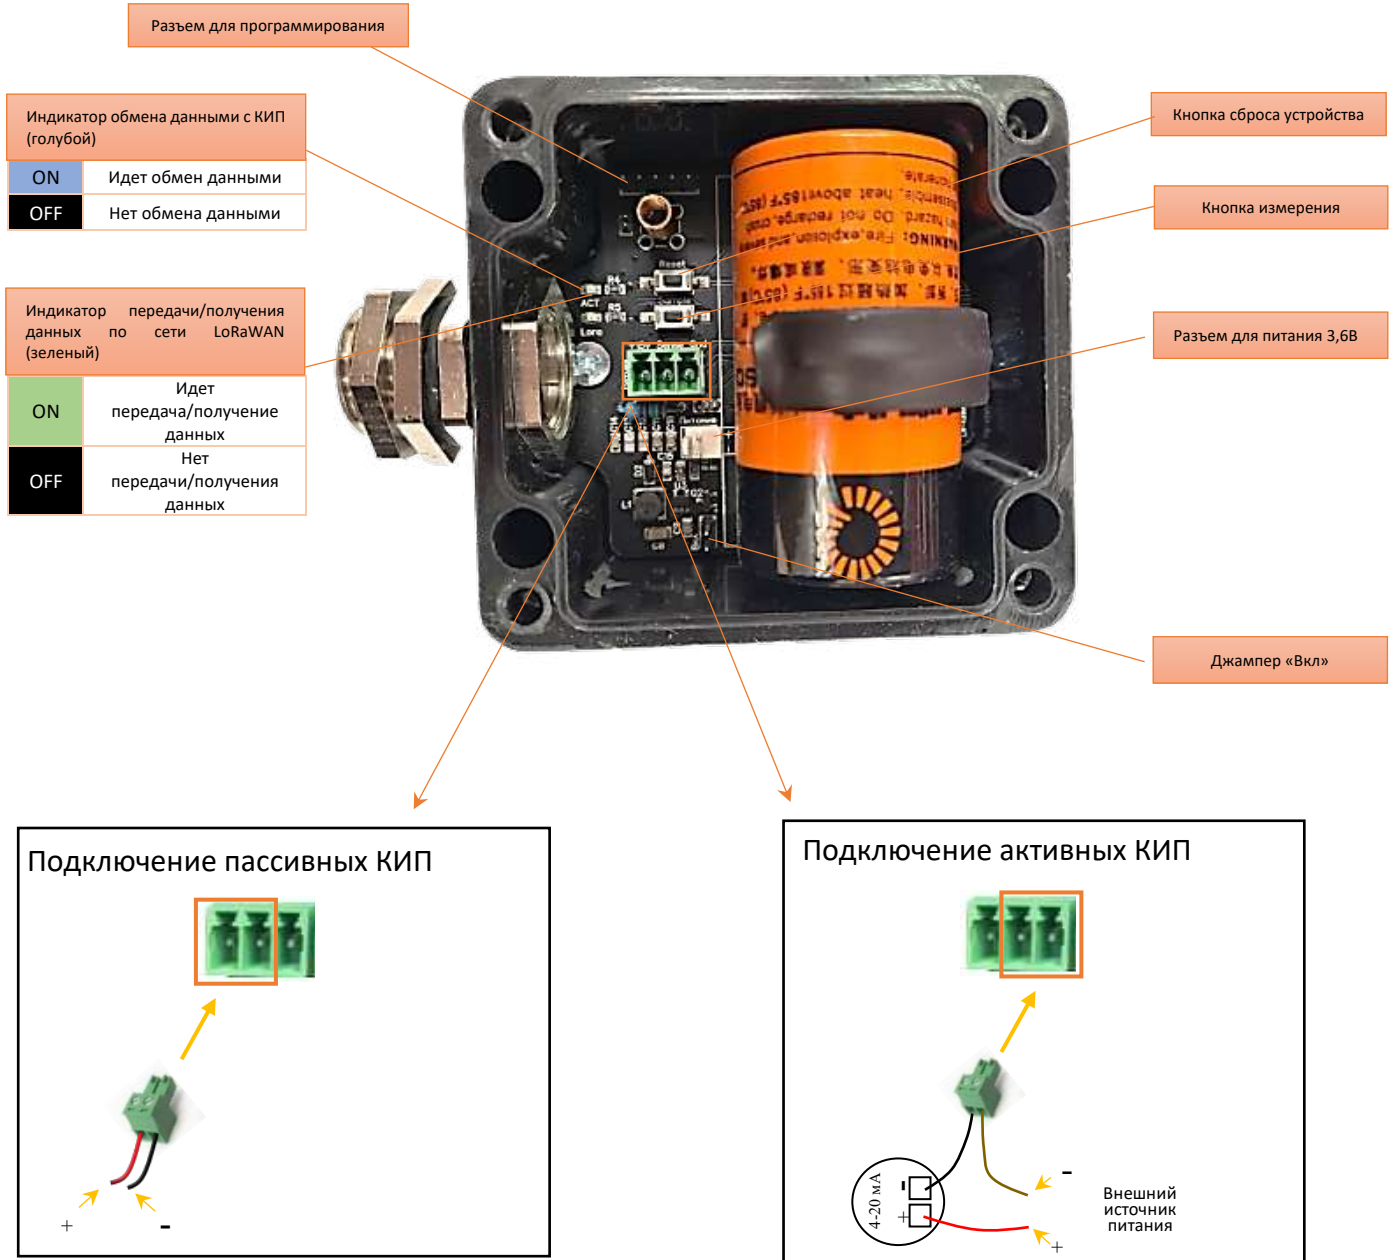
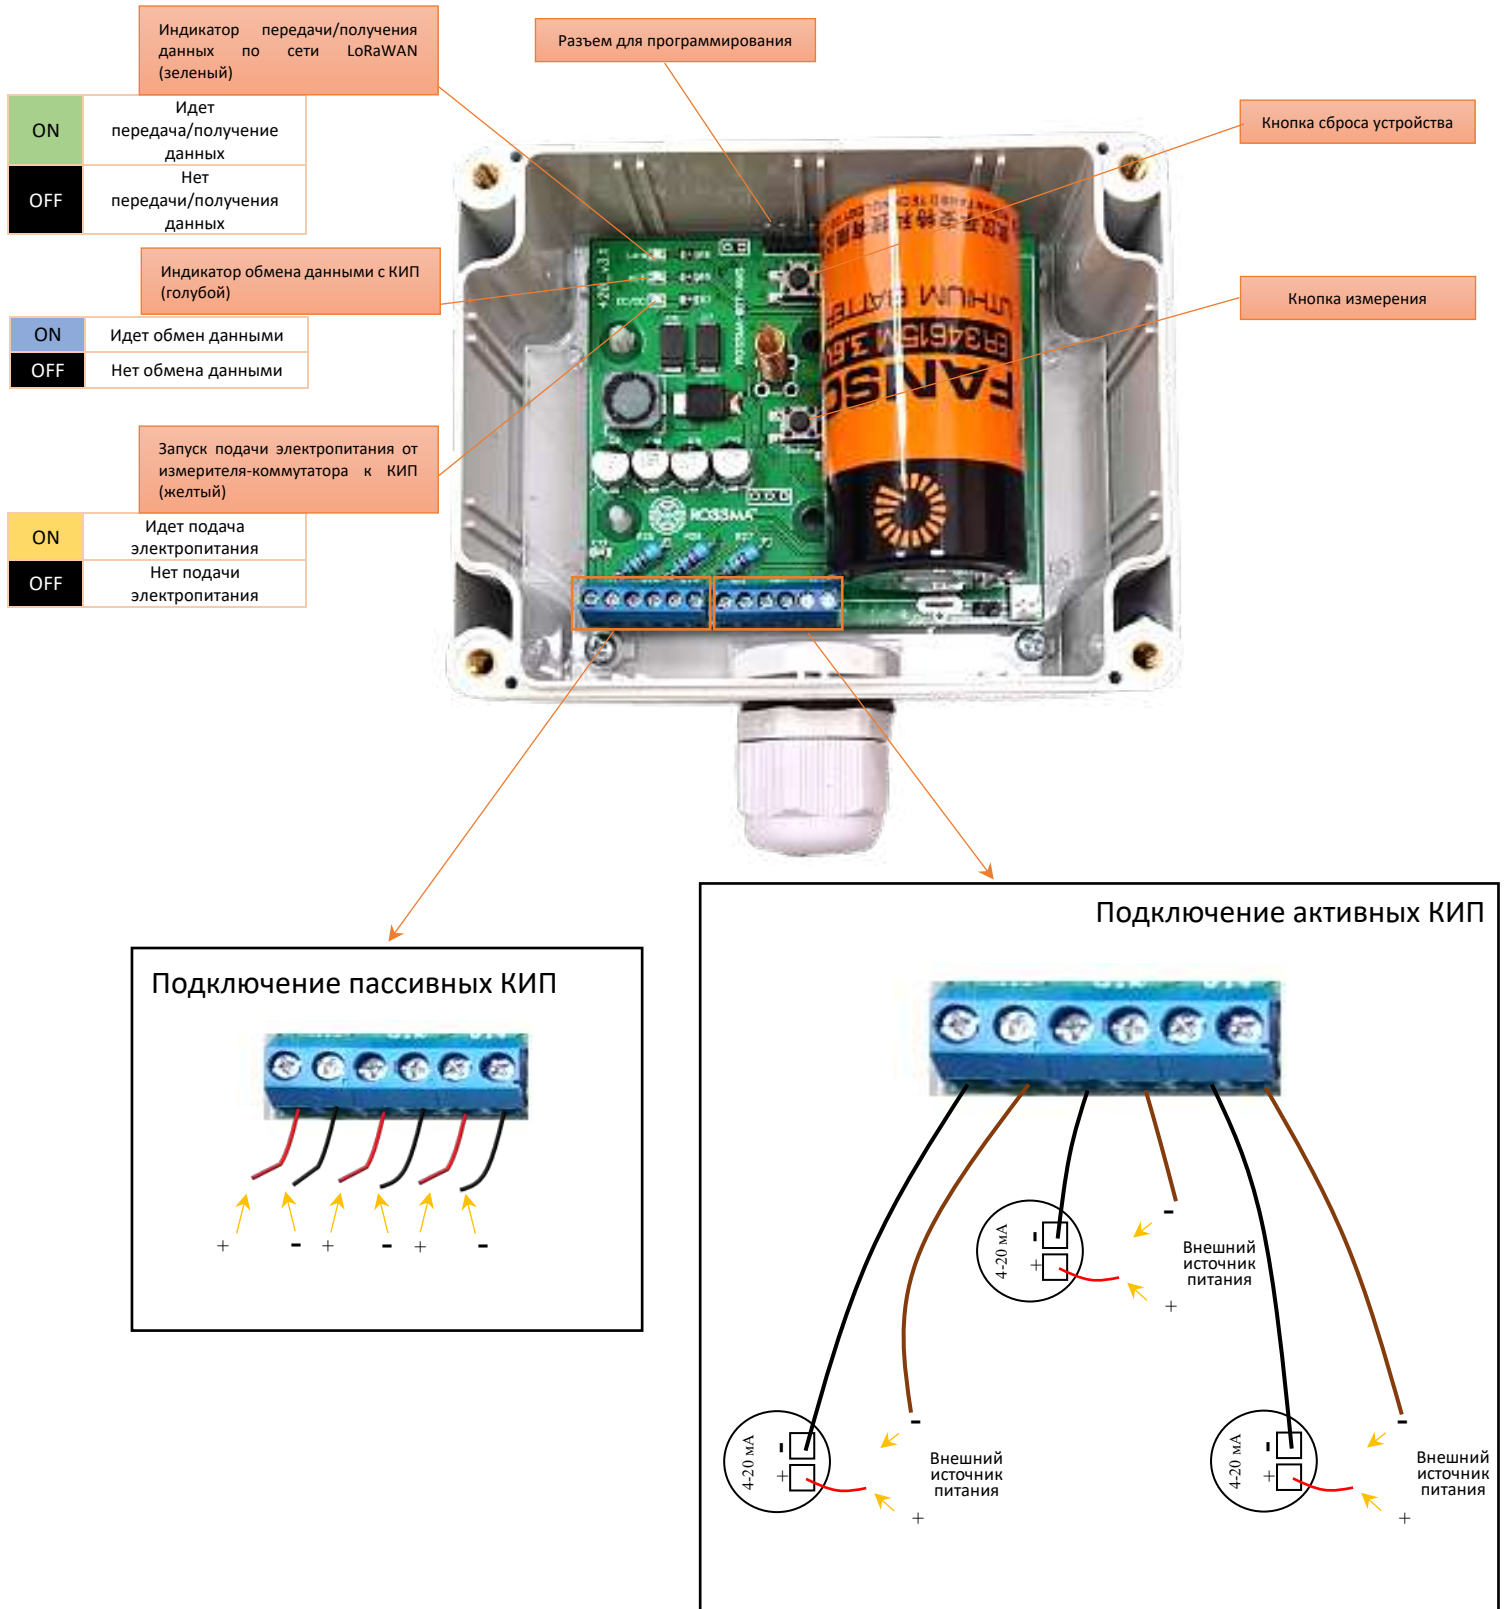

Рис.2 Описание устройства ROSSMA IIOT-AMS ANALOG (Single Channel)
Рис.3 Описание устройства ROSSMA IIOT-AMS ANALOG (Multichannel)
- Подключить измеритель-коммутатор при помощи кабеля (с рекомендуемым сечением жилы не более 1 мм) к оконечному устройству через клеммы (рис. 1, рис. 2, рис.3)
- Установить джампер на пины включения (рис.2, рис 3). Измеритель-коммутатор ROSSMA IIOT-AMS ANALOG X4 PWR подключить к питанию 220В (рис. 1)